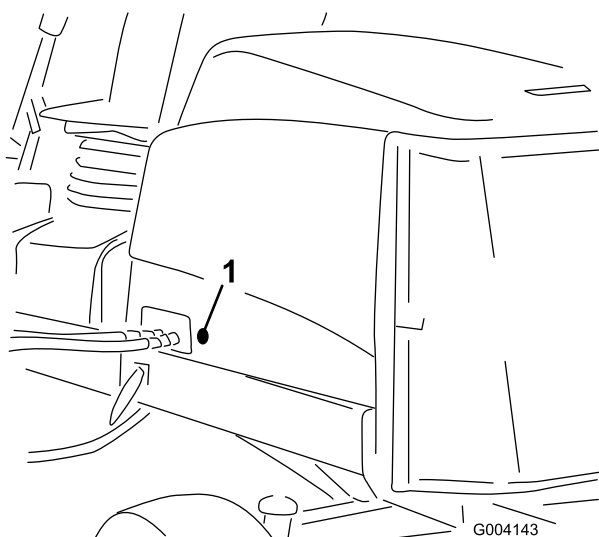

Figure 16
2. Retirez le passe-câbles en caoutchouc du trou situé du côté gauche du capot (Figure 16).